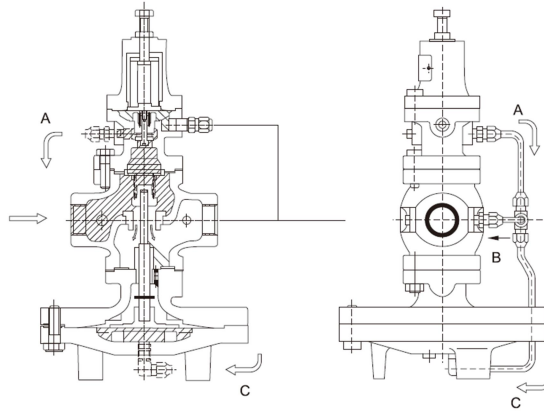

Рис. 3
1.3. Когда расход в пилотном клапане превышает расход на импульсном штуцере, рабочее давление в главной мембранной камере повышается и пережимает давление в верхней части главного клапана и усилие главной пружины клапана [13], чтобы открыть главный клапан. После этого среда начинает поступать со стороны впускного отверстия (рис. 3).